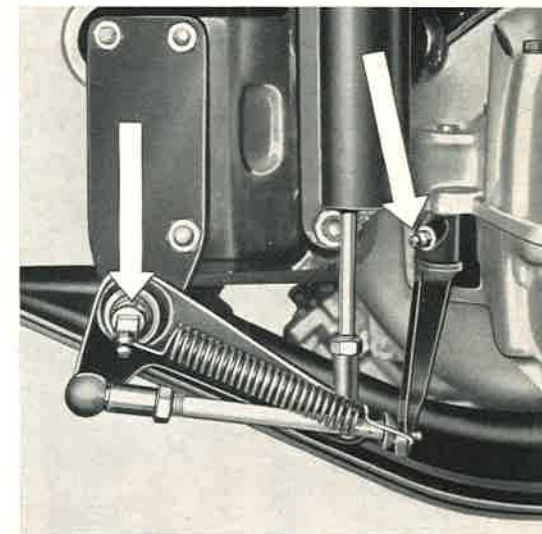

Bild 63
1. Schmiernippel am Kupplungshebel und am Kupplungszwischenhebel alle 1500 km mit Universalfett abschmieren (Bild 63).